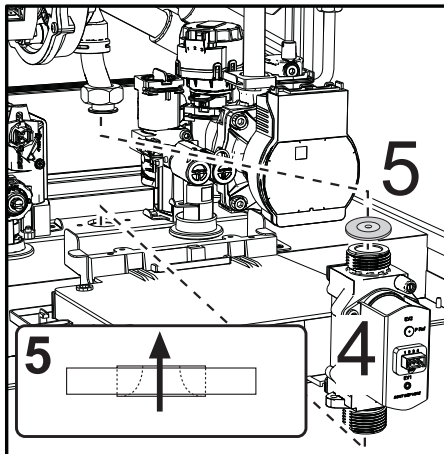

fig. 59
- Extraiga la válvula de gas "4" y el diafragma de gas "5" (fig. 59).